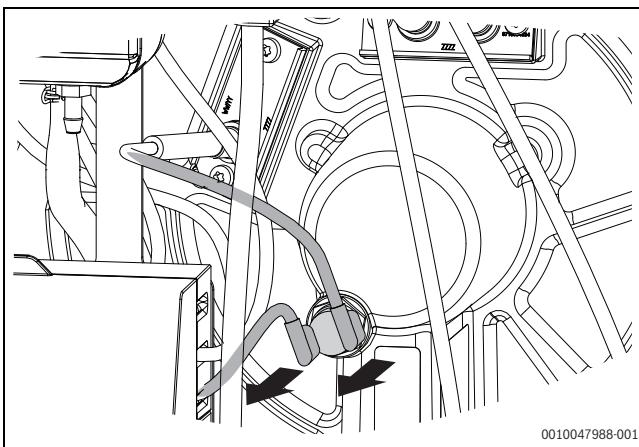

Bild 73 Stecker am Temperaturwächter abziehen
- Stecker am Temperaturwächter abziehen (→ Bild 73)